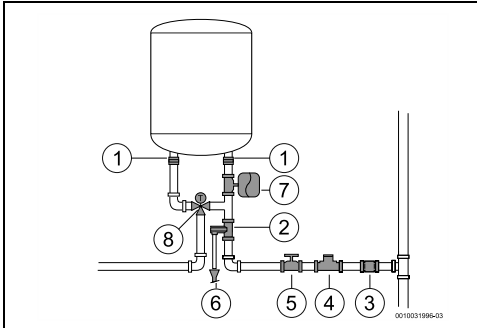

fig. 11
- ▶ Mbyllni valvulën e linjës së ujit (→ Fig. 11, [5]).
- të instaloni një valvulë reduktimi presioni (Fig. 11, [4]). Valvula e çlirimit të presionit do të aktivizohet sa herë që presioni në pajisje është mbi 8 bar (± 1 bar), për të cilën arsye është e nevojshme të planifikohet një mënyrë për shkarkimin e këtij uji.
- instaloni një enë zgjerimi (Fig. 11, [7]) për të ndaluar hapjen e shpeshtë të valvulës së çlirimit të presionit. Volumi i zgjerimit të enës duhet të jetë i barasvlershëm me 5% të volumit të pajisjes.